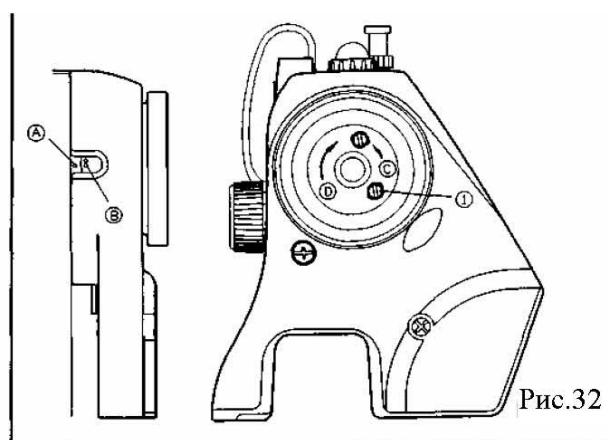

Рис.32
1. Игла останавливается в верхнем положении (Рис.32, 33).